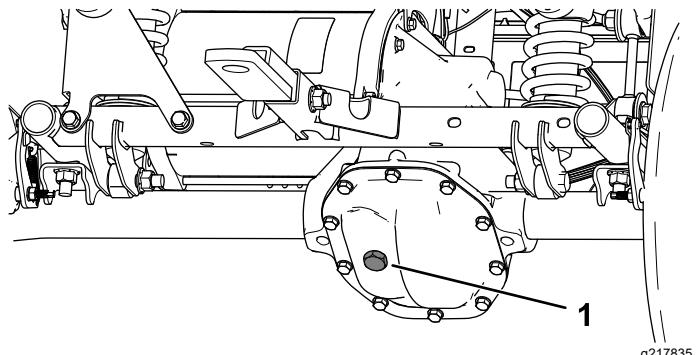

Рисунок 47
4. Снимите пробку заливного отверстия в коробке передач (Рисунок 47).
5. Если уровень жидкости низкий, снимите пробку заливного отверстия и доливайте жидкость указанного типа до тех пор, пока она не начнет вытекать из отверстия (Рисунок 47).
- Отверните крышку заливного отверстия в коробке передач и залейте в коробку передач жидкость указанного типа до тех пор, пока она не начнет вытекать из заливного отверстия (Рисунок 47).